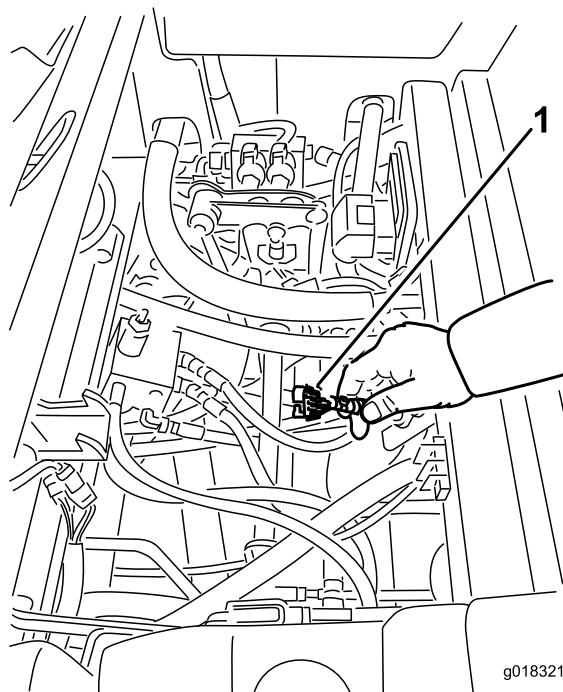

Figura 18
3. Localize os fios e os conectores junto ao controlador (Figura 18).